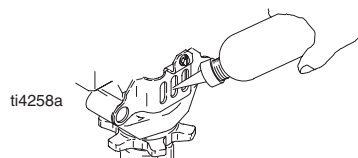

Fig. 12
8. Fig. 12. Fyld pakningsomløberen med Graco TSL, indtil væsken flyder oven på pakningens overside.